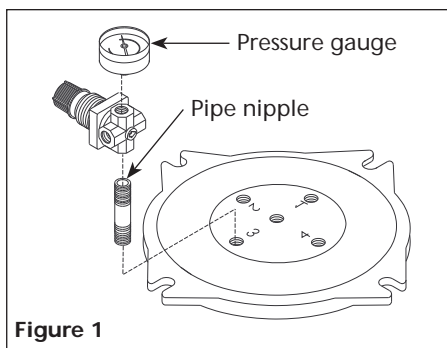

Figure 1
- Monter le régulateur au couvercle du réservoir à peinture comme indiqué sur la Figure 1: